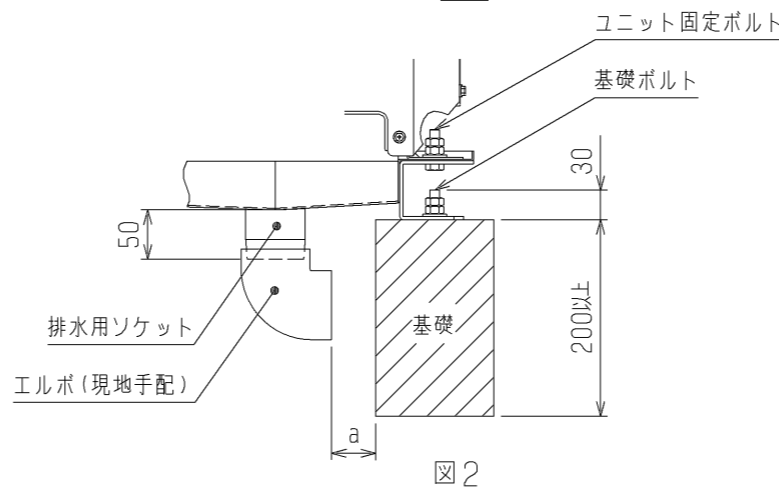

図2
5. 基礎ボルトの基礎からの出代は30mmとしてください。防振ゴムは基礎とドレンパンの間に取付可能ですが、基礎ボルトを防振ゴムの高さ分長くする必要があります。（図2参照）
6. 基礎の地上高さは、200mm以上としてください。これ以下ではドレン排水用ソケットの突出し長さが50mmですのでドレン配管施工ができなくなります。（図2参照）
7. エルボを取付けられる距離を確保してください。（図2：寸法a部）エルボを取付けられる距離が確保できない場合、ドレンパン据付前にエルボを取付ける必要があります。